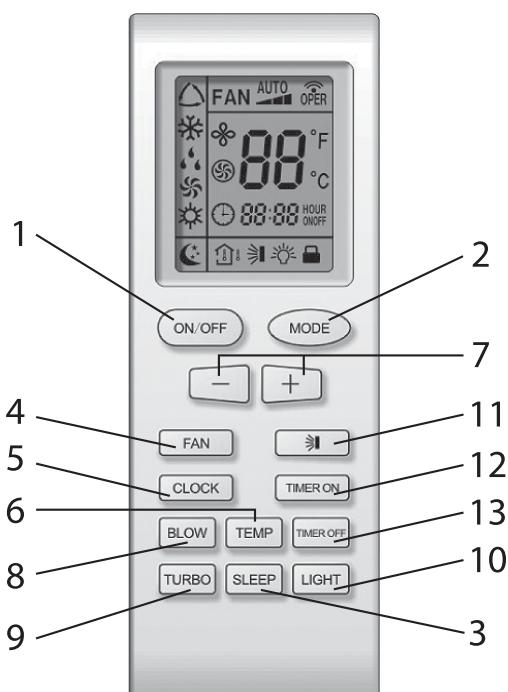

Рис. 7.7
7.5.2 Инфракрасный пульт управления YB1FA (рис. 7.7).
- Комментарии к рис. 7.7 см. таблицу 7.1.